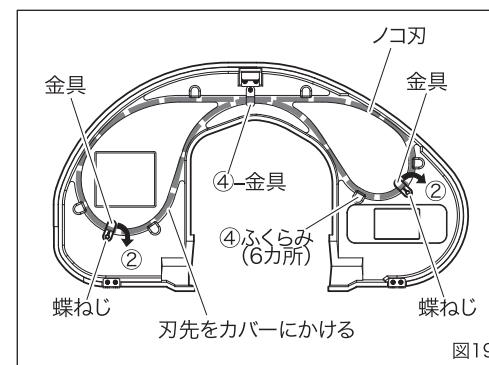
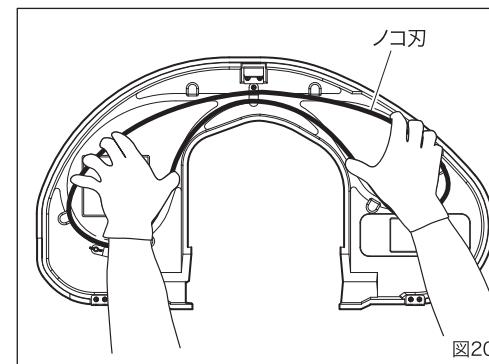

図19
図20
5.予備ノコ刃の取付け取外し(図19～図20)
②蝶ねじを少し緩め、金具を図19で示す方向に90°回してください。これを2ヶ所行ってください。
③ノコ刃の刃先をフレームカバーに向かって図20のように手でノコ刃を持ってください。
④まず、中央の金具の下にノコ刃の中央付近をいれ、その後に6力所のふくらみの内側にノコ刃を収納してください。(図19)
⑤ノコ刃と直角の位置まで金具を回してください。
⑥蝶ねじをしっかりと締めてください。
①フレームカバーを取り外し、平らなところに置いてください。
③図20のように手でノコ刃を持ち、ノコ刃を外してください。
④金具を元の位置まで回してください。(図19)
⑤蝶ねじをしっかりと締めてください。